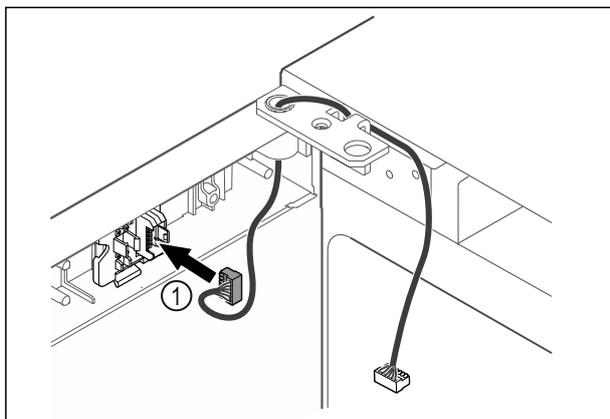

Fig. 58
- ▶ Stecker Fig. 58 (1) in Steckerhalterung einstecken.